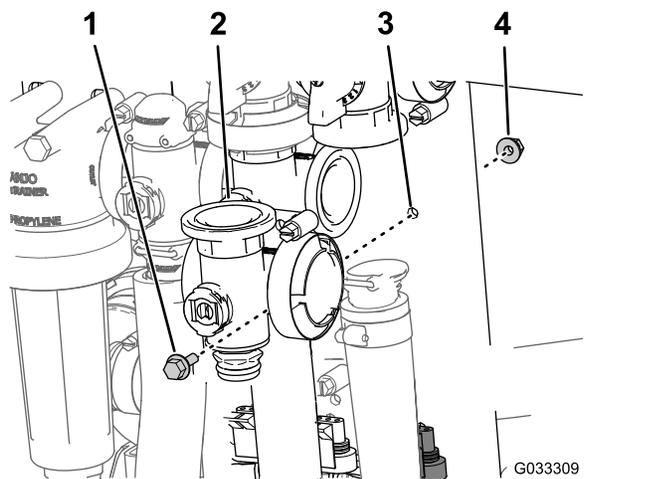

图67
3. 卸下将主喷洒臂段阀固定至阀安装座的凸缘头螺栓和凸缘锁紧螺母然后从机器中拆下阀歧管图67。